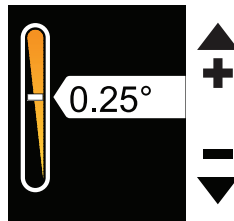

Figura 6-17: Impostazione della velocità di riscaldamento personalizzata
2. Se si seleziona "Personalizzata", premere i pulsanti "Aumento" e "Riduzione" per impostare la velocità desiderata (Figura 6-17 a pagina 6-33).